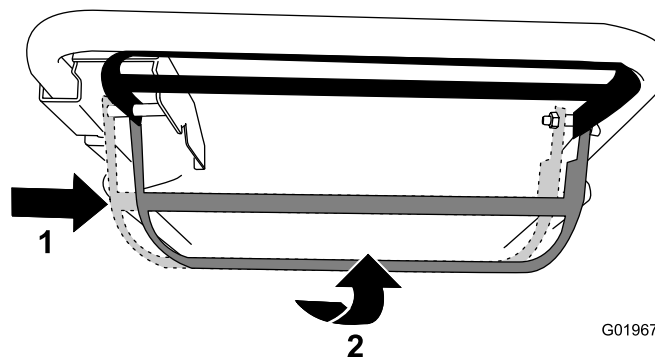

Figure 19
- Pour utiliser l'autopropulsion et engager les lames, poussez la barre de commande complètement à droite et relevez-la contre le guidon (Figure 19).